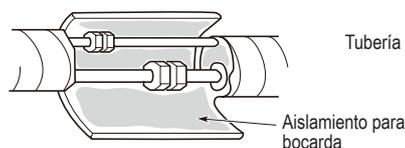
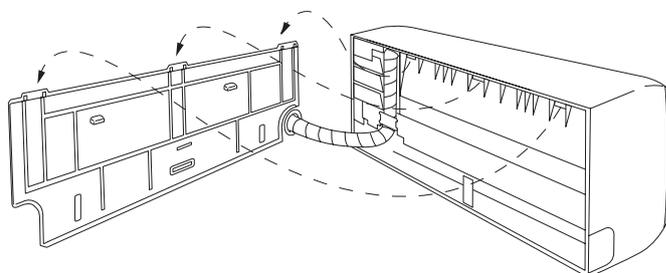

Fig. 5-26
Fig. 5-25
- (2) Empujar cables, tubos de refrigerante y manguera de drenaje a través del agujero en la pared. Ajustar la unidad interior de forma que se asiente firmemente en el panel trasero. (Fig. 5-25)
- (3) Doblar cuidadosamente la tubería (si es necesario) de forma que corra paralela a la pared en dirección a la unidad exterior y encintar los accesorios La manguera de drenaje debería salir derecha pared abajo, hasta un punto donde el agua escurriendo no manche la pared.
- (4) Conectar la tubería de refrigerante a la unidad exterior. (Después de comprobar la estanqueidad de a conexión, aislar a ésta con el aislamiento para tubos (Fig. 5-26)).